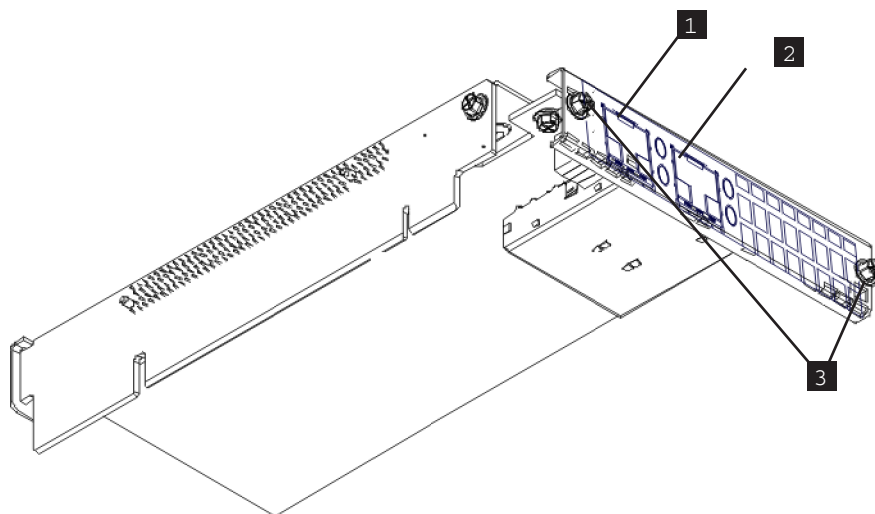

図 220. 2145-CG8 10 Gbps イーサネット・ライザー・カード・アセンブリーと後部レールの断面図
6. ノードの後部から 2 本の止めねじを使用して、イーサネット・ライザー・カード・アセンブリーを固定します (図 220 で、レールのセクションの断面図を参照)。